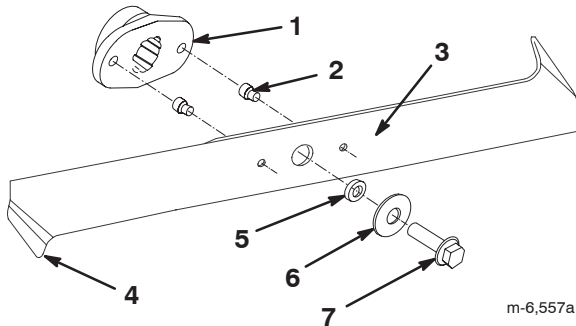

Figure 32
2. Inspectez les tranchants des lames (Fig. 32). Si elles ne sont pas tranchantes ou si elles présentent des indentations, déposez et aiguissez les lames (voir Aiguisage des lames, page 32).
3. Inspectez les lames, surtout les bords recourbés (Fig. 32). Si vous remarquez que les lames sont usées ou endommagées à ces endroits, remplacez-les immédiatement.
4. Si les goupilles de cisaillement sont cassées, remplacez-les immédiatement (Fig. 32).
3. Enlevez les boulons, les rondelles et les lames (Fig. 32). Pour enlever le boulon, bloquez la lame en introduisant une cale en bois entre chaque lame et le carter de tondeuse.
1. Installez les lames, les rondelles et les boulons de fixation (Fig. 32).